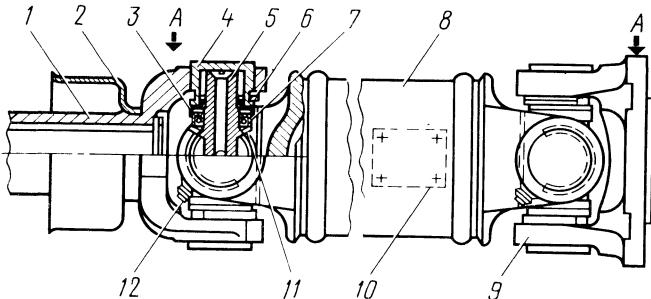
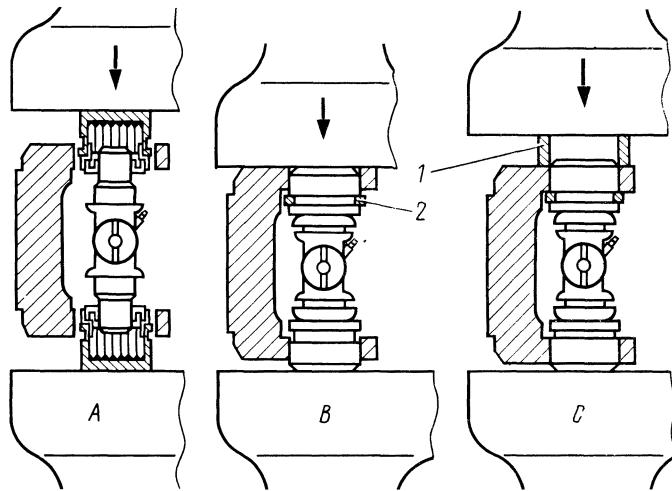

Рис. 112. Карданская передача:
Рис. 117. Последовательность сборки карданного шарнира:
Карданская передача (рис. 112) состоит из полого вала, имеющего два шарнира. Передний шарнир заканчивается скользящей вилкой, которая шлицевым отверстием надевается на вторичный вал коробки передач, а наружной поверхностью входит в сальники и центрирующую втулку удлинителя коробки передач.
Перед демонтажом вала необходимо сделать метки взаимного углового положения скользящей вилки и вала коробки передач. Метки удобнее делать краской на отражателе скользящей вилки и удлинителе коробки передач. После отвертывания болтов крепления фланца карданного вала к фланцу заднего моста необходимо разъединить фланцы (без ударов по трубе). Допускаются легкие удары молотком в местах, указанных на рис. 112. А затем вал вынуть из коробки передач и поставить новую метку на торце вторичного вала.
2. Ввести крестовину во фланец (в вилку) и, соблюдая положение масленки по рис. 112, вставить в отверстия ушек подшипники, надевая их на шипы крестовины (рис. 117, А). При запрессовке следить, чтобы крестовина свободно проворачивалась и перемещалась вдоль своей оси.
3. Сжать подшипники до упора, пока один из подшипников не запрессуется заподлицо с торцом ушка (рис. 117, В).
5. Приставить кольцо 1 к торцу ушка фланца (вилки) со стороны запрессованного подшипника и сжать шарнир настолько, чтобы стопорное кольцо дошло до внутреннего торца ушка (рис. 117, С).
7. Ввести фланец с крестовиной в проушину вилки, приваренной к трубе так, чтобы масленки стали в одной плоскости и были расположены согласно рис. 112.
местам, допускающим удары (см. рис. 112), добиться снижения усилия поворота.